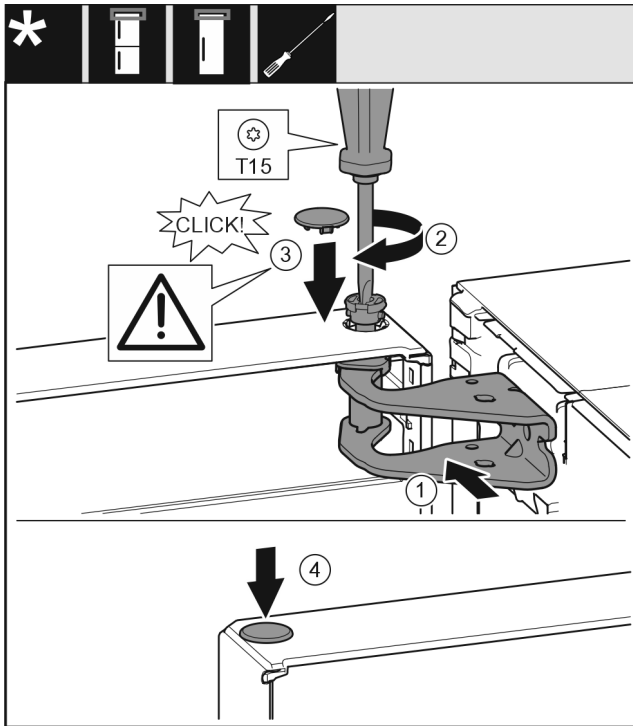

Fig. 20
- ▶ Dvere hore vyrovnajte s otvorom v ložiskovej konzole. Fig. 20 (1)
- ▶ Vložte čap a pevne ho priskrutkujte skrutkovačom T15. Fig. 20 (2)
- ▶ Namontujte poistný kryt pre poistku dverí: nasadíte poistný kryt a skontrolujte, či prilieha ku dverám. Inak čap vložte úplne. Fig. 20 (3)
- ▶ Nasadíte zátku. Fig. 20 (4)